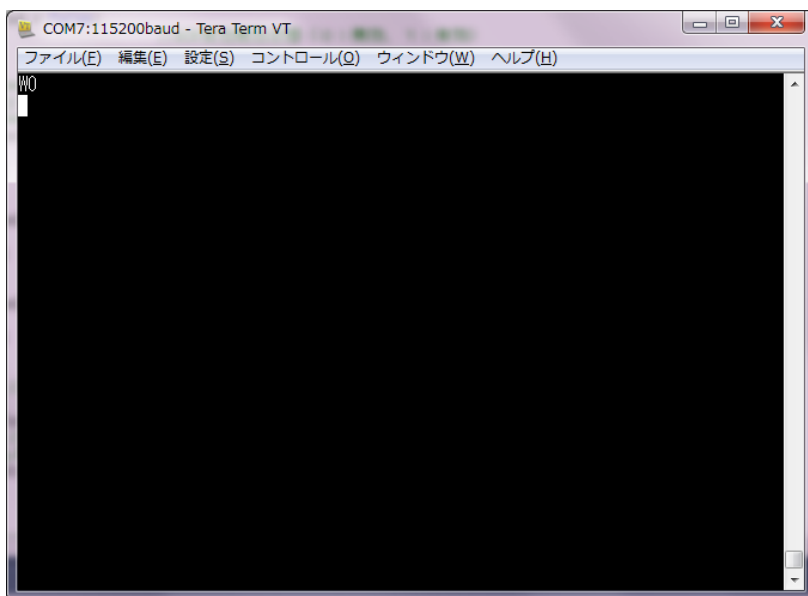

图 6-1
- (1) 请将 microSD 卡插入 PC。
- (2) 在根目录下创建名为“pixsbmp”的文件夹，然后将 CD-ROM 中的图片数据复制到该文件夹内。
- (3) 从 PC 中拔出 microSD 卡，确认 LCDC 基板的电源处于断开状态后，将 microSD 卡插入 microSD 卡接口 (CN2)。
- (4) 接通 LCDC 基板的电源，然后启动通信软件。
- (5) 如图 6-1 所示输入字符“W0”后，按下回车键发送字符。